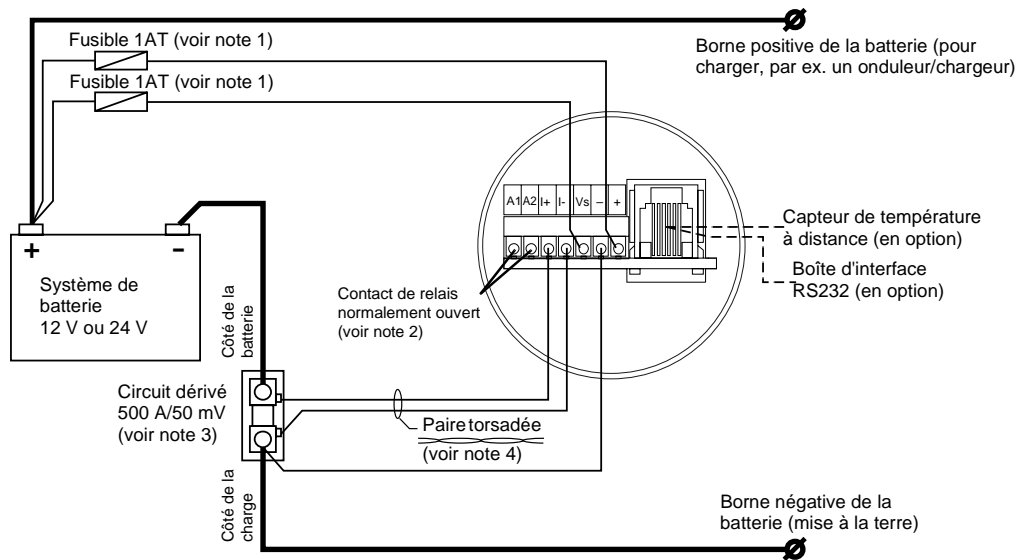

Figure 4 Diagramme de câblage
- Connectez le moniteur de batterie au système de batterie. **Assurez-vous que les deux fusibles 1 A sont retirés des porte-fusibles en ligne avant de connecter les fils à la batterie.** Veuillez soigneusement respecter le diagramme de câblage (Figure 4) ainsi que les notes correspondantes. Un branchement incorrect peut provoquer un mauvais fonctionnement du moniteur de batterie et/ou des risques d'incendie. Les lignes épaisses sur le diagramme de câblage représentent les câbles secteur actuels. Ces câbles doivent être renforcés de façon à pouvoir supporter la charge totale de courant prélevée de la batterie. Les cinq fils allant vers le moniteur de batterie peuvent être connectés au circuit dérivé et à la batterie à l'aide de bornes de sertissage universelles.